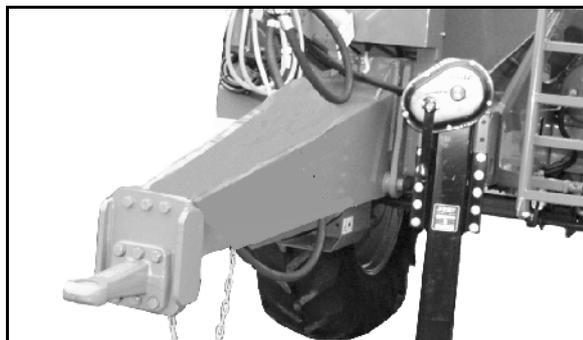

Fig. 23
- flèche d'attelage droite (Fig. 23),